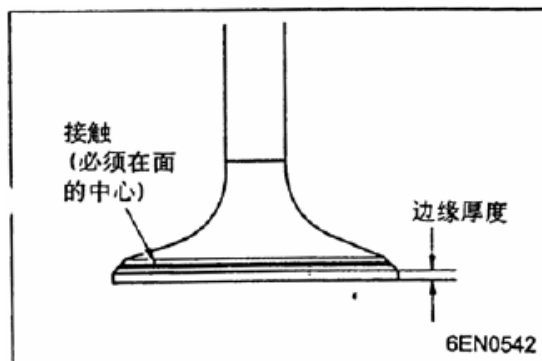

图 4-8
(1) 检查气门面是否正确接触。如果接触不均匀或不完整, 则应重修气门座表面。
(2) 如果边缘厚度小于规定值, 则应更换气门 (见图 4-8)。